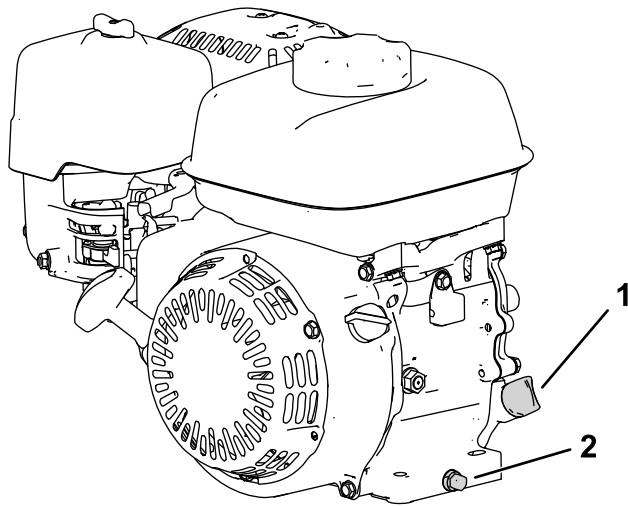

Figura 27
2. Coloque la máquina con el motor nivelado y limpie la zona alrededor del tubo de llenado de aceite (Figura 27).
3. Retire el tapón de vaciado, la arandela y la varilla (Figura 27).